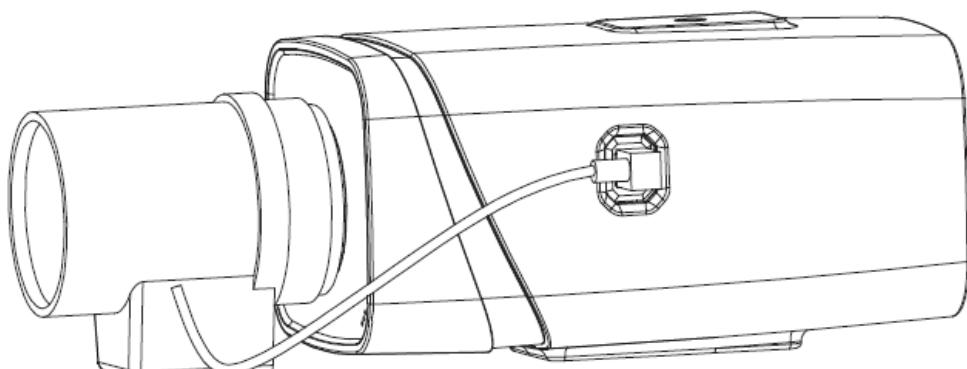

Рисунок 5.2 — Подключение кабеля объектива
2. Вставьте разъем кабеля объектива в разъем АРД (автоматическая регулировка диафрагмы) на боковой панели устройства (Рисунок 5.2).